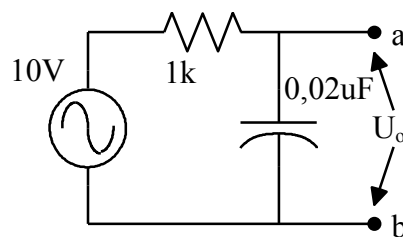

Figure 2-22 Exercice
- # 8 - Au circuit de la Figure 2-22, calculez l'impédance totale (Z_T) vue par la source alternative si elle génère un sinus ayant une fréquence de 100kHz?
- # 9 - Quelle est la fréquence de coupure du circuit de la Figure 2-22?